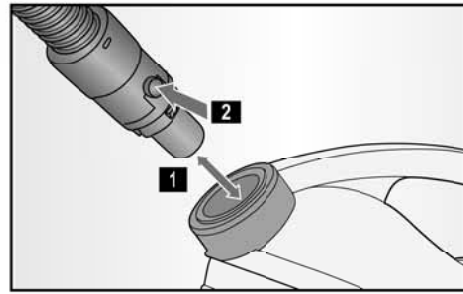

Fig. 2
- Spingere l'adattatore all'estremità del tubo flessibile nell'aspirapolvere finché non si blocchi nella sua sede (1 - Fig. 2).
- Per rimuoverlo per prima cosa disconnettere la spina e poi premere i pulsanti su entrambi i lati (2 - Fig. 2) e rimuovere il manicotto.